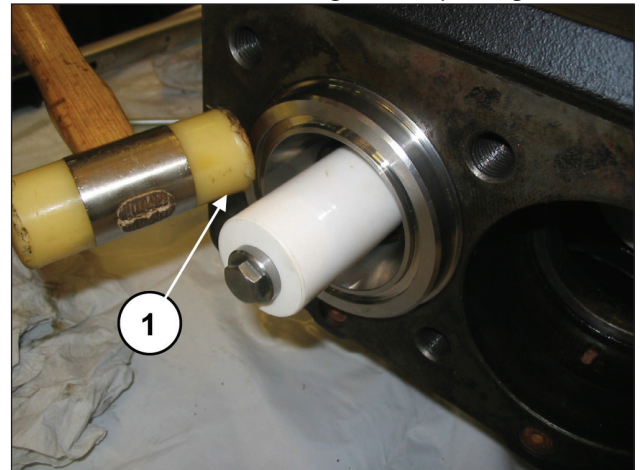

Fig. 151
S'assurer que l'ensemble chemise-support arrive à se loger correctement dans le fond du logement (rep. ①, Fig. 151).